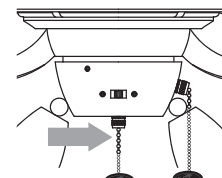

Fig. 2
2. Jale la cadena de encendido de la luz, etiquetada LUZ, para ENCENDER o APAGAR las luces. [Fig. 2]